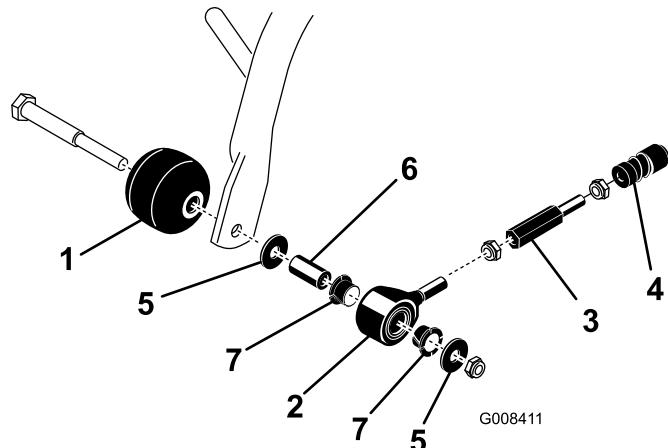

Figura 9
1. Instale um rolo anti-danos e conjunto articulado para a extremidade exterior de cada estrutura de suporte frontal com um eixo de rolo, espaçador, anilhas e porca de bloqueio (Figura 9). Certifique-se de que os componentes estão ordenados como se mostra e que os casquilhos de nylon estão na articulação.